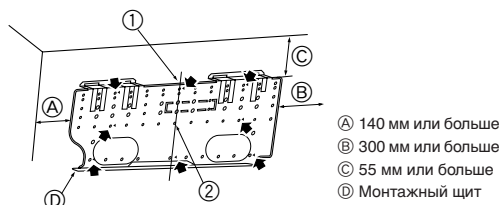

Fig. 3-4
- ▶ Настенный кронштейн должен быть закреплен с обоих концов и в центре, если возможно. Никогда не укрепляйте его только в одном месте или каким-либо несимметричным образом. (Если возможно, укрепите установочную арматуру во всех точках, которые обозначены жирной стрелкой.) (Fig. 3-4)